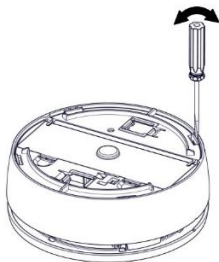

Figura 14
3. Con un destornillador, presione las 4 lengüetas y retire la carcasa del detector (véase la *figura 14*).